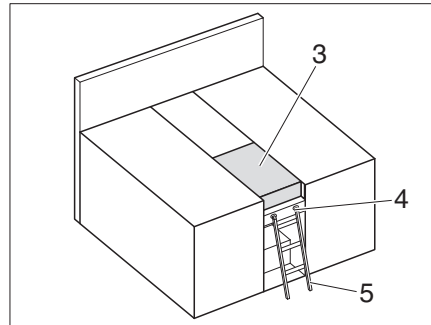

Fig. 180 Letto doppio
- Posizionare i cuscini aggiuntivi (Fig. 180,3).
- Rimuovere il cuscino aggiuntivo (Fig. 180,3).
Per salire sul letto superiore utilizzare sempre la scaletta di accesso (Fig. 180,4) montata di serie.
- Agganciare la scaletta di accesso (Fig. 180,4) con i longheroni nell'apposito supporto (Fig. 180,3) al diaframma.